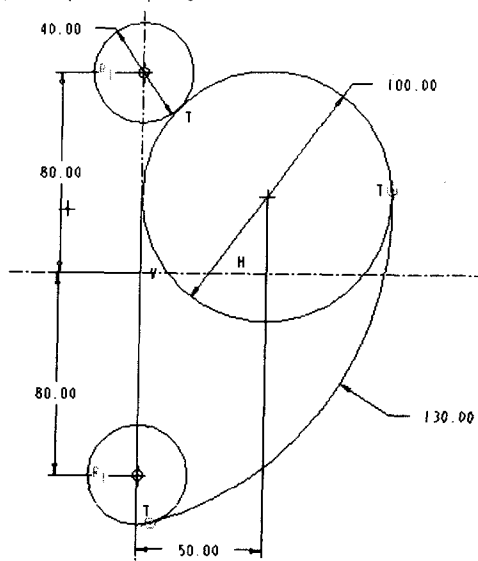

图1-7 在图元之间添加相切约束条件
- (2) 单击右工具箱中的  按钮打开约束工具箱，单击其中的  按钮，在新绘制圆弧和两个圆之间加入相切约束条件，结果如图 1-7 所示。